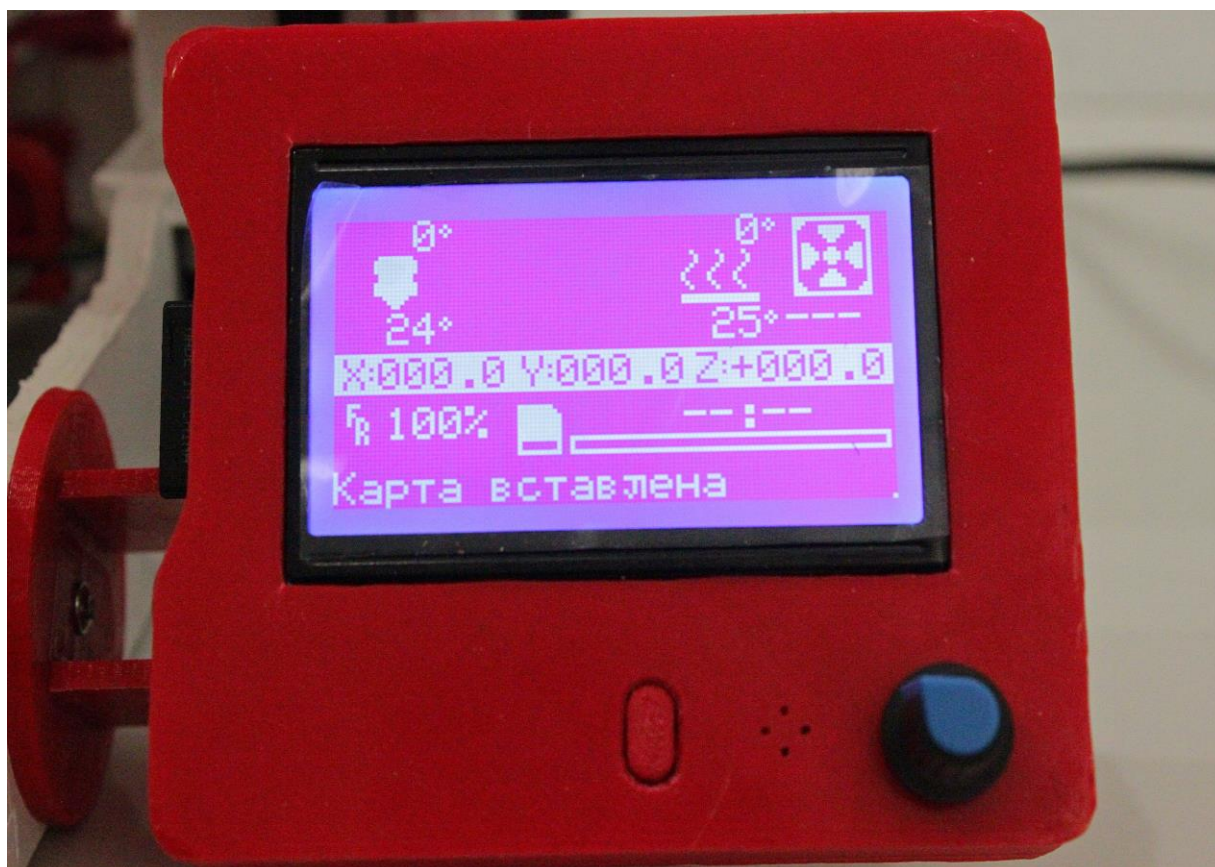

Рисунок 11. «SD- карта вставлена в дисплей»
9. Вставьте SD карту в картридер 3D принтера, который расположен с левой стороны от дисплея. Когда 3D принтер обнаружит карту, то надпись «карта извлечена»(«нет карты») изменится на надпись «карта вставлена», рисунок 11